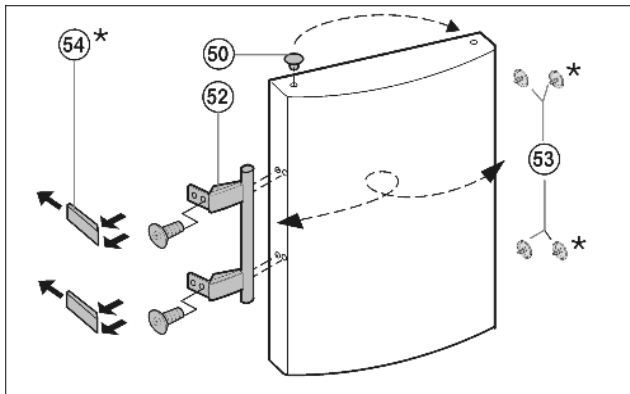

Fig. 14
- ▶ Zátky Fig. 14 (50) vyjměte z pouzdra ložisek dvířek a přemístěte je.
- ▶ Madlo dveří Fig. 14 (52), zátky Fig. 14 (53) a krycí destičky\* Fig. 14 (54) odmontujte a přemontujte na protější stranu.